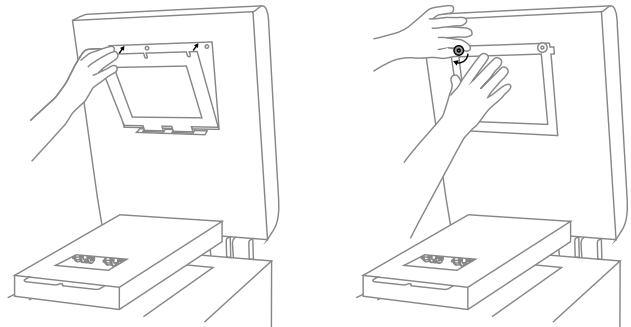

Abb. 12.45 Das Laserschutzglas mit Schnellverschlussmutter wieder anbringen.
13. Setze das Laserschutzglas in die Halterungen ein und ziehe die beiden Schnellverschlussmutter fest (Abb. 12.45).